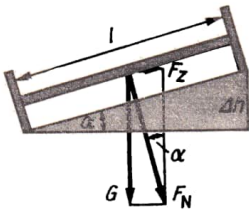

Bild 108
3.31 Aus der Skizze Bild 108 lesen wir ab: